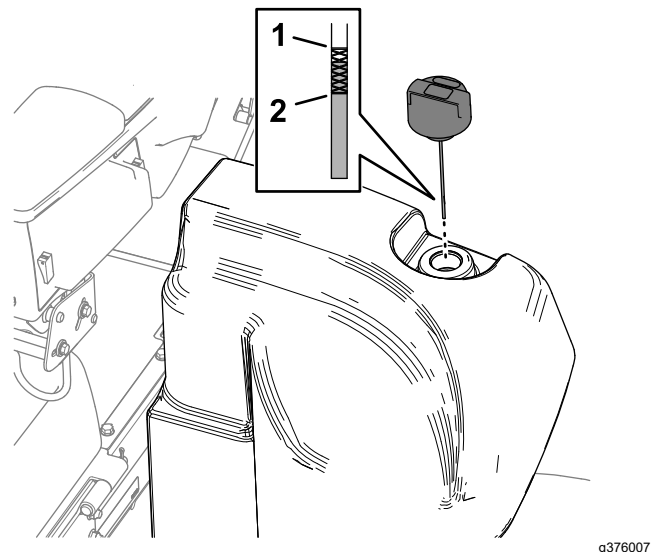

Figura 104
2. Limpe a área ao redor do bocal de enchimento e da tampa do tanque hidráulico (Figura 104).